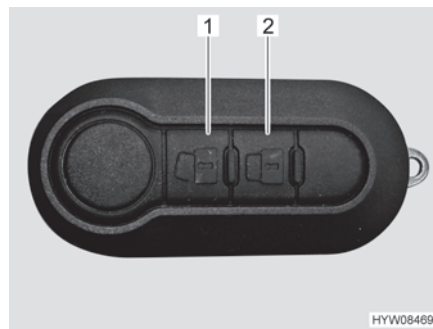

Fig. 32 Mando a distancia del cierre centralizado (2 teclas)
- Pulsar la tecla  (Fig. 32,1) una vez brevemente. Las cerraduras de las puertas estarán desbloqueadas.
- Pulsar la tecla  (Fig. 32,2) una vez brevemente. Las cerraduras de las puertas estarán bloqueadas.